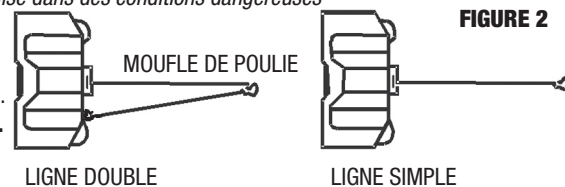

FIGURE 2
D'EFFECTUER DES TRACTIONNEMENTS PROLONGÉS DE CHARGES LOURDES ! Toute surcharge peut endommager le treuil et/ou le câble métallique et créer des conditions d'exploitation dangereuses. **POUR LES CHARGES DÉPASSANT 75 % DE LA CAPACITÉ NOMINALE DU TREUIL, NOUS RECOMMANDONS D'UTILISER UN MOUFLE DE POULIE (non compris) POUR DOUBLER LE CÂBLE MÉTALLIQUE. (FIGURE 2).** Cela réduit la charge du treuil, la contrainte exercée sur le câble métallique et le système électrique.
- 3. UTILISEZ UN MOUFLE DE POULIE POUR LES CHARGES LOURDES.** Pour obtenir la durée de service maximale du treuil et du câble métallique, utilisez un moufle de poulie (non compris) pour doubler la ligne avec les charges lourdes. (Voir la FIGURE 2.) (Voir www.TRACKER winch.com relativement au modèle ayant le numéro de référence **KWA14550**.) Utilisez toujours un moufle de poulie ayant une capacité nominale double de la capacité du treuil.